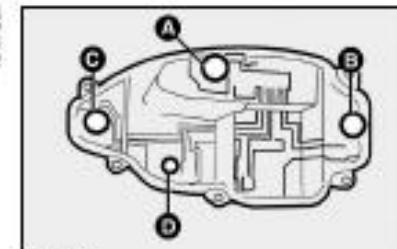

fig. 38
4) remover as lâmpadas empurrando-as levemente e girando-as no sentido horário fig. 38.
De 12V-21W para as luzes dos freios C-fig. 38.
De 12V-21W para as luzes de marcha a ré B-fig. 38.
De 12V-R5W para as luzes de posição D-fig. 38.
De 12V-21W para os indicadores de direção A-fig. 38.